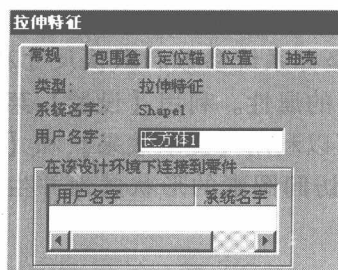

图 1-3 【拉伸特征】对话框
3) 将长方体的名称改为【长方体 1】:右键单击智能图素,从弹出的菜单中选择【智能图素属性】,在【常规】选项卡的【用户名字】选项中输入“长方体 1”,如图 1-3 所示。